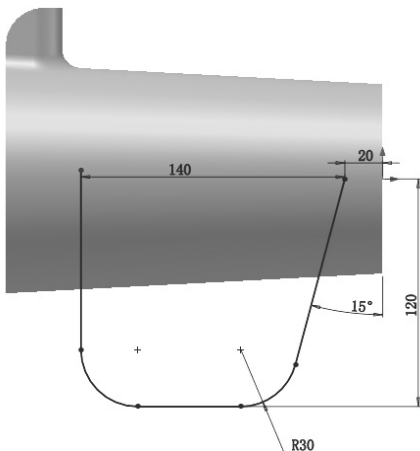

图 6-136 草图绘制尺寸
10) 绘制扫描路径。在左侧的 FeatureManager 设计树中用鼠标选择“右视基准面”作为绘制图形的基准面。单击“草图”控制面板中的 (直线) 按钮和 (圆角) 按钮, 绘制图 6-136 所示的草图。